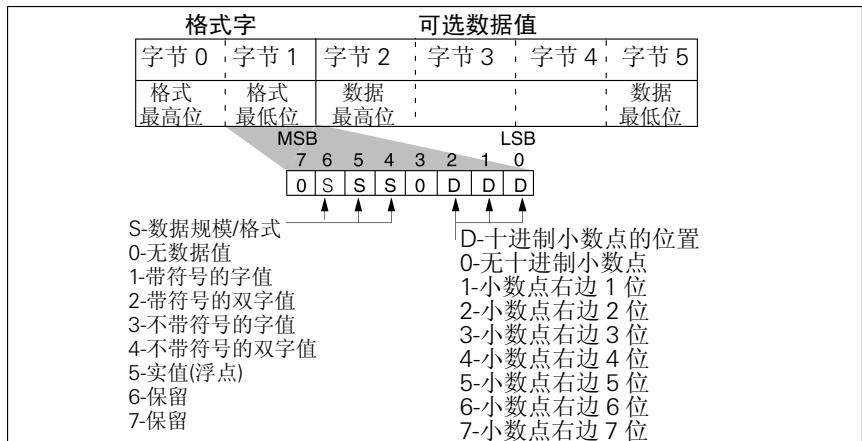

图 D-18 格式字字节 1 中的位值
格式字中最低有效字节用于指定要显示的值的大小、格式和小数点的位置。选择有符号还是无符号的值影响着它的编辑范围。无符号值只局限于正数。有符号值既可以是正数也可以是负数。图 D-18 显示了格式字的字节 1 中的数据大小/格式和小数点位的存放。
- 实型(浮点)数按照指定的小数位数显示，(见图 D-18)数值舍入到指定的精度。例如，如果数值 12.567 指定了一位小数，TD 200 将显示为“12.6”。
对实型数来说，TD 200 使用多达 20 位来表示该数。（这包括了在格式字中指定的小数位的个数，见图 D-18）。如果一个数不能显示在可用的数位中，那么 TD 200 就将该值显示为“eeee”。